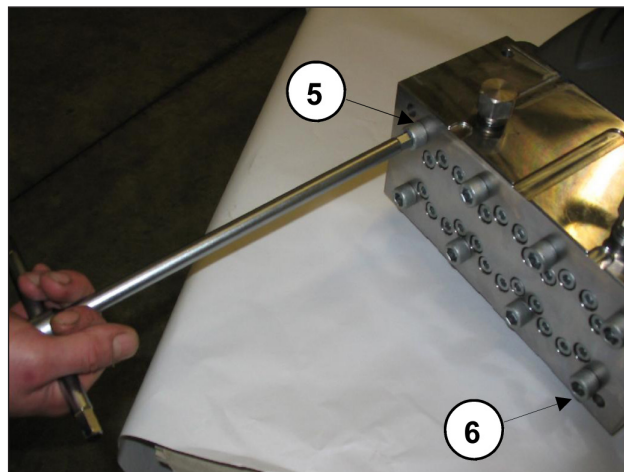
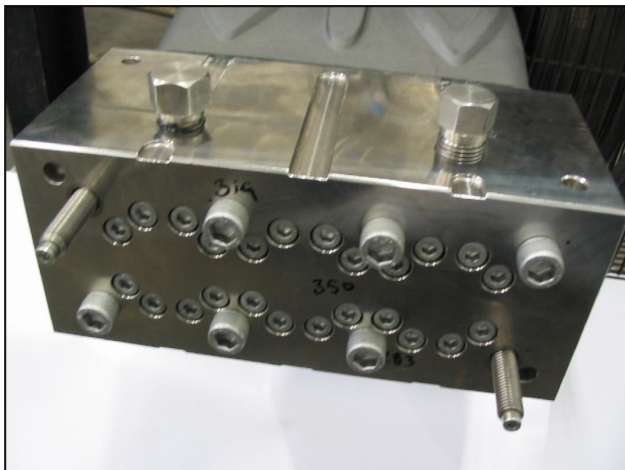

Fig. 17
Fig. 18
- Dévisser les vis de fixation de la culasse M12x260 n° 5 et n° 6 comme décrit Fig. 17 et les remplacer par deux goujons de service (réf. 27508200) comme le montre la Fig. 18. Enlever les autres vis.